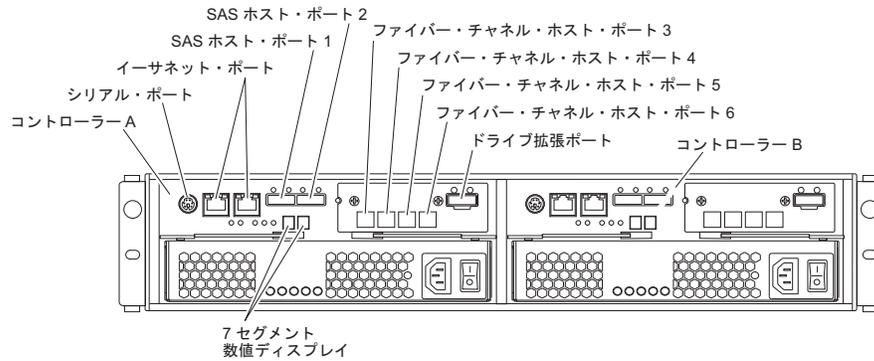

図 55. ストレージ・コントローラー上のホスト・コネクタの位置
2. ファイバー・チャネル・ケーブルをコントローラー・ホスト・ポート内の SFP モジュールに接続し、さらにファイバー・チャネル・スイッチ内の SFP モジュールまたはホスト・バス・アダプター上の光インターフェース・コネクターのいずれかに接続します。79 ページの図 55 は、ホスト・システムのケーブルが接続するストレージ・サブシステム・ポートのコントローラー上の位置を示していません。